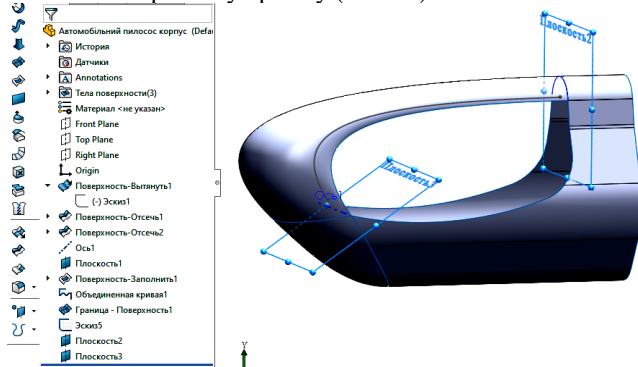

Рис.24. Побудова допоміжних площин
10. Будуємо площину через праву точку кромки перпендикулярно кромці, аналогічно – через ліву кромку (Рис.24).